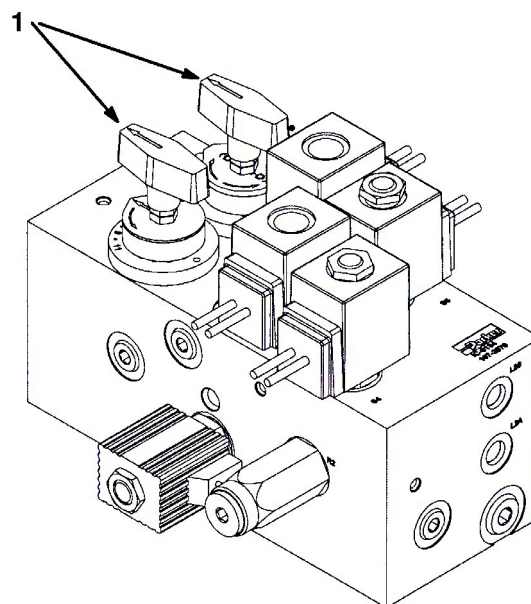

図37
4. リールの速度を設定するには、ノブ（図37）を回して、ノブの矢印を、所定の番号に合わせる。